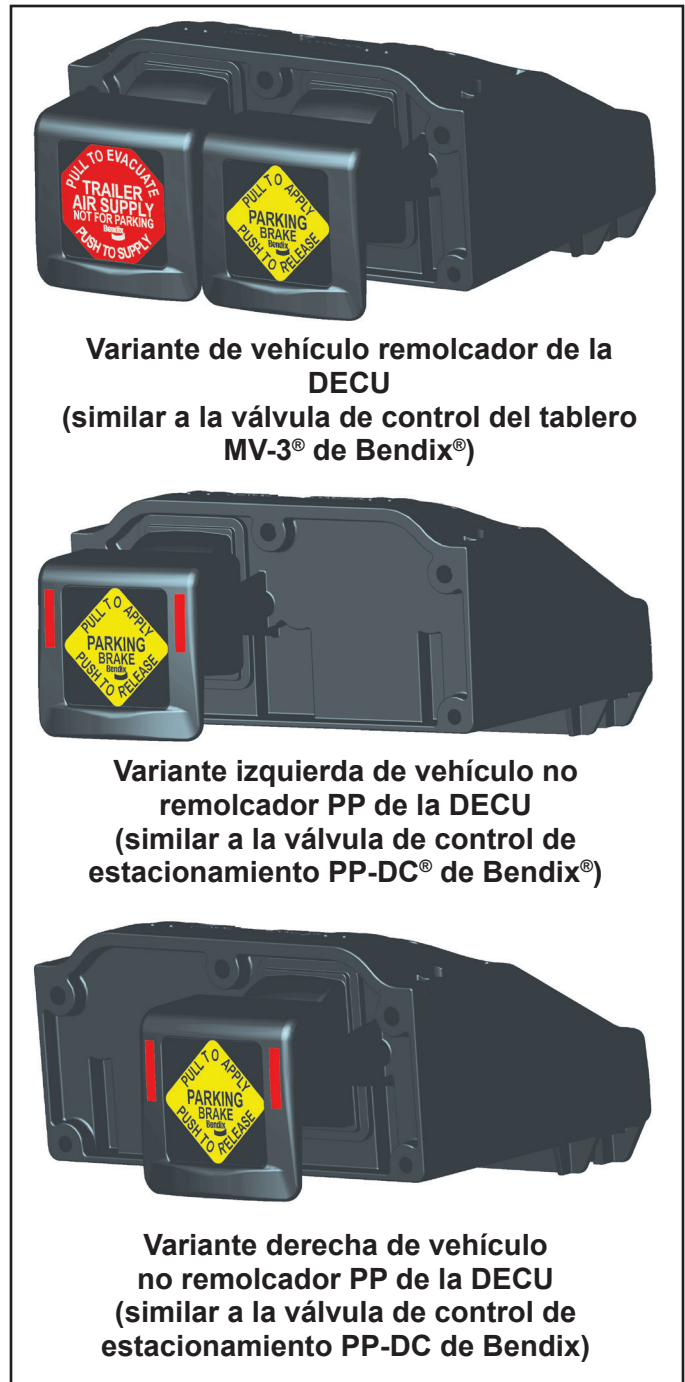

Figura 3: variantes de la DECU
- La DECU es una unidad de control electrónico (Electronic Control Unit, ECU) con una interfaz periférica hombre-máquina (pHMI) integrada con un interruptor presionar-halar para el canal de la unidad que ejerce la tensión (amarillo) y, si es necesario, un interruptor presionar-halar similar para el canal de la unidad remolcada (rojo). La DECU interpreta el movimiento del interruptor en la intención del conductor. Con base en esa entrada y otras entradas del vehículo (a través de I/O discretas o CAN J1939), activa las electroválvulas para producir la respuesta neumática deseada. **NOTA:** Las unidades pueden tener varias orientaciones del interruptor (horizontal o vertical) y soportes de montaje. Como se muestra en la figura 3, la variante PP de la DECU está disponible en las variantes PP-Derecha y PP-Izquierda.